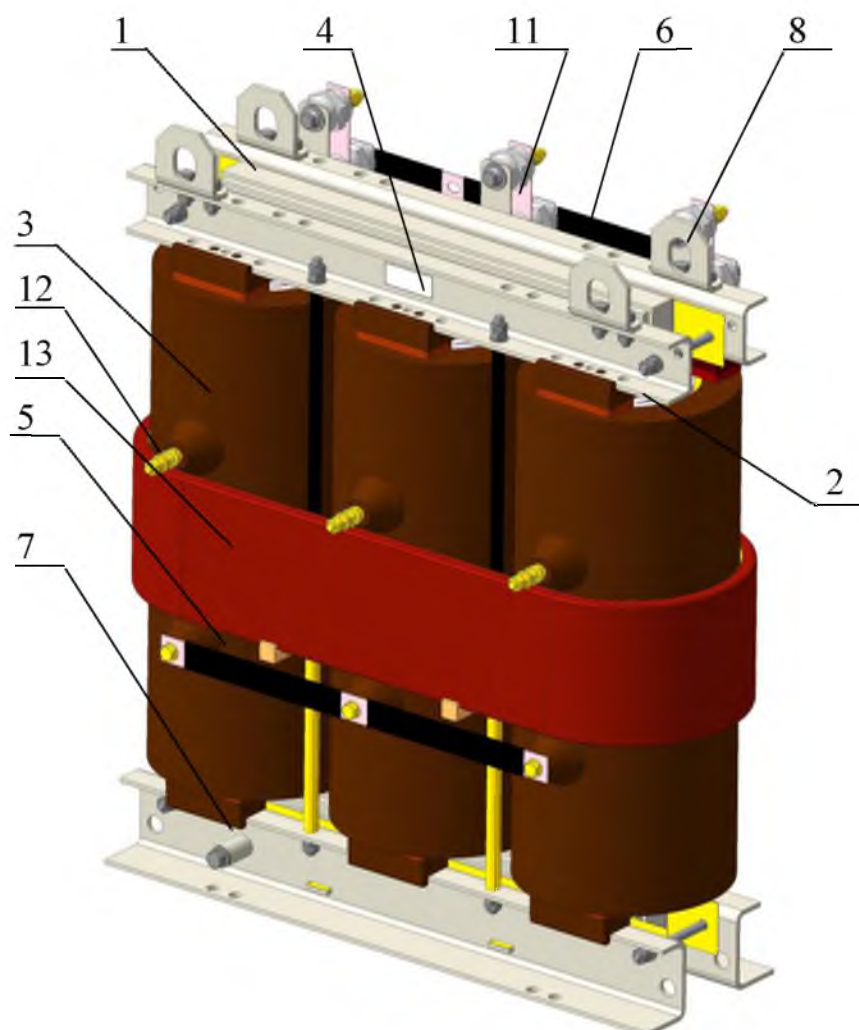

Рисунок 6 - Конструкция трансформатора типа ТЛС-СЭЩ
-04 – исполнение трансформатора без регулирования напряжения и без температурных датчиков \*, схема соединения Y/YН-0 (рисунок 6);